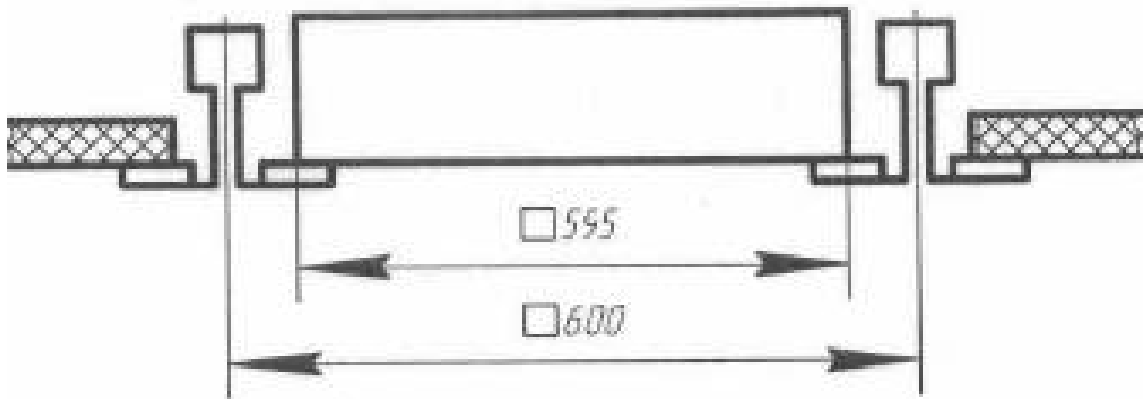

Рисунок 2.1 - Схема установки светильников
5.4 Установка светильника в подвесной потолок "Армстронг": Установите корпус в сборе в подвесной потолок согласно схеме (рисунок 2.1). **Если вес светильника превышает допустимую норму нагрузки на потолок, его нужно закрепить на отдельные кронштейны!**